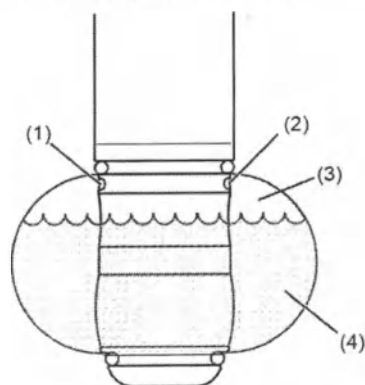

Рис. 7.65
- 4) Снова введите и откачайте деаэрированную стерильную воду с помощью клапана воздуха/воды/ баллона (OF-B207) и клапана управления аспирацией/аспирацией из баллона (OF-B206), чтобы удалить весь лишний воздух. В ходе этой процедуры дистальный конец эндоскопа должен быть обращён вниз, а патрубки впрыска и откачки баллона - вверх, как показано на Рис. 7.65.